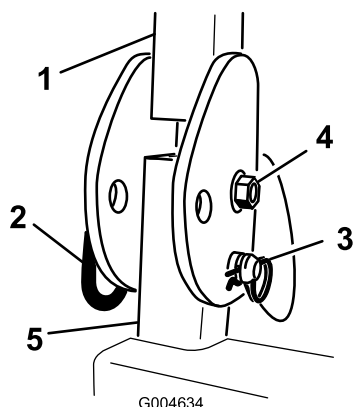

Figura 4
1. Retire las chavetas y retire los dos pasadores de la barra anti-vuelco (Figura 4).
2. Eleve la barra anti-vuelco a la posición vertical, instale los dos pasadores y sujételos con las chavetas (Figura 4).